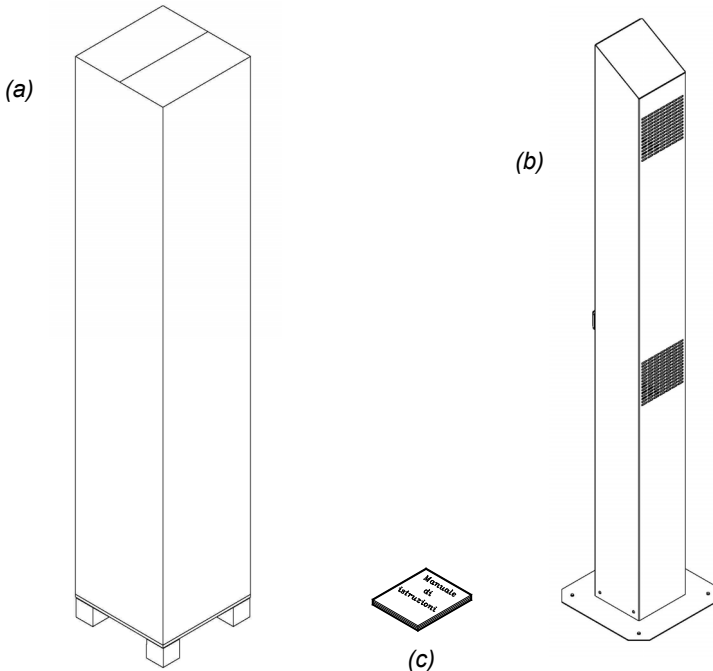

Abb. Nr.4
- äußere Schachtel aus stabilem Karton (Bez. (a), Abb. Nr. 4) und Polstermaterial innen aus Karton und Polystyrol oder PU-Schaum;
- dem Gerät (Bez.(b) Abb. Nr. 4);
- dem vorliegenden Handbuch (Bez. (c) Abb. Nr. 4)